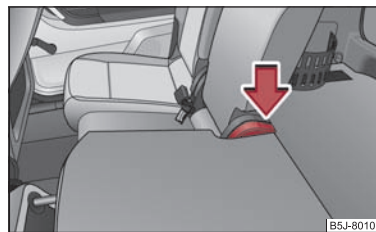

Abb. 55 Sitzlehne zurückklappen
- Drücken Sie den Hebel ⇒ Abb. 55 und klappen Sie die Sitzlehne zurück. Überzeugen Sie sich, dass die Sitzlehne eingerastet ist.